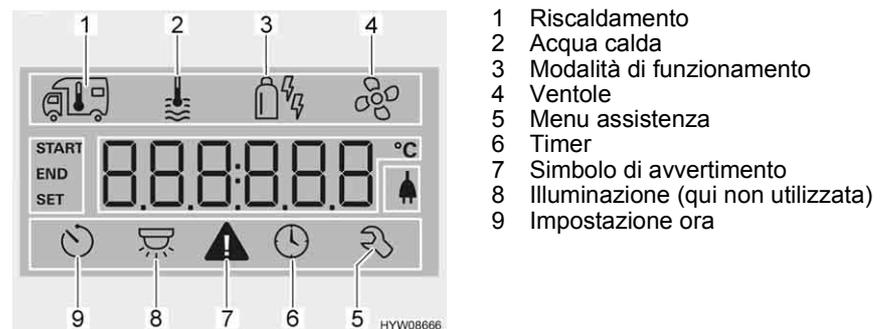

Fig. 59 Display
- Ruotare la manopola/il pulsante (Fig. 56,6), finché il simbolo del menu relativo all'acqua calda (Fig. 59,2) lampeggia.